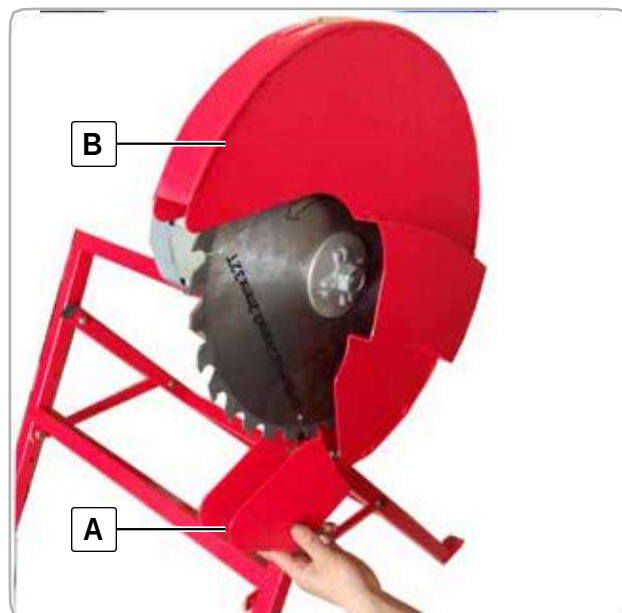

Fig.6
■ Montage de la protection inférieure (Fig.6)